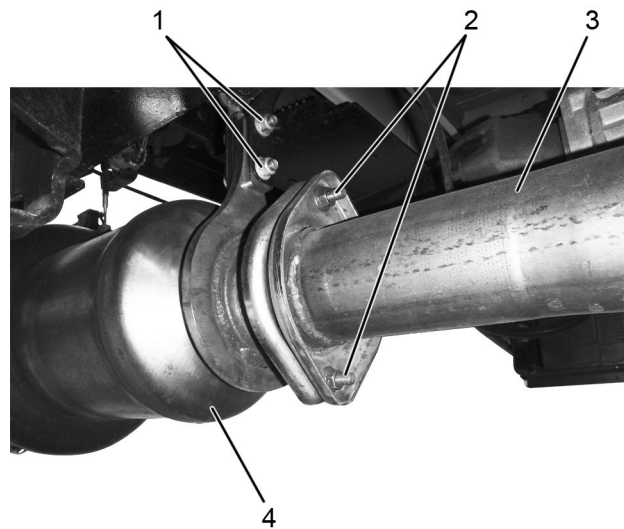

Figure 7. Tuyau d'admission du catalyseur à oxydation diesel (DOC).
1. Ensemble boulon / écrou (2)
2. Écrou (2)
11. Retirez les deux écrous (figure 7, élément 2) qui maintiennent le tuyau de descente du turbocompresseur (figure 7, élément 3) au tuyau d'admission DOC (figure 7, élément 4).
12. Retirez les deux ensembles boulon / écrou (figure 7, élément 1) du support de suspension DOC.
7. Positionnez et installez le support de suspension au tuyau d'admission DOC (figure 7). Reportez-vous au manuel d'entretien, au bulletin de service ou tout autre document approprié pour des instructions détaillées.